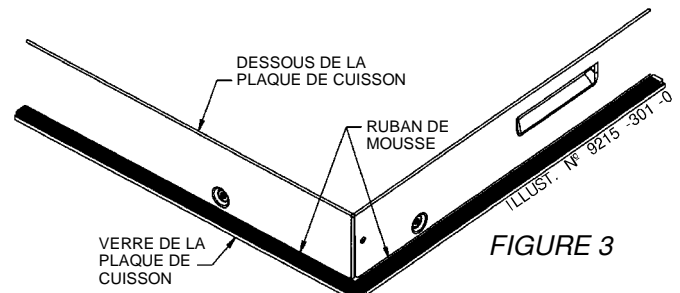

FIGURE 3
4. Optionnel - Pose avec ruban de mousse - voir l'illustration à la figure 3. Fixer le ruban de mousse à la plaque de cuisson tel qu'indiqué à la figure 3 si le comptoir n'est pas parfaitement plane.